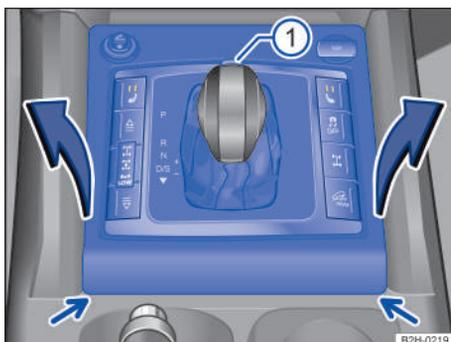

Fig. 96 Desmontar la cubierta de la corredera de la palanca selectora.
3. Desprenda la cubierta de la corredera de la palanca selectora haciendo palanca con, p. ej., un destornillador → **fig. 96** (flechas).
4. Tire de la cubierta hacia arriba con cuidado, por la zona del guardapolvo de la palanca selectora, junto con los cables eléctricos que lleve conectados → **fig. 96**.
2. Pulse la tecla de bloqueo de la parte delantera del pomo de la palanca selectora → **fig. 96** ① y sitúe esta en la posición neutral **N**.